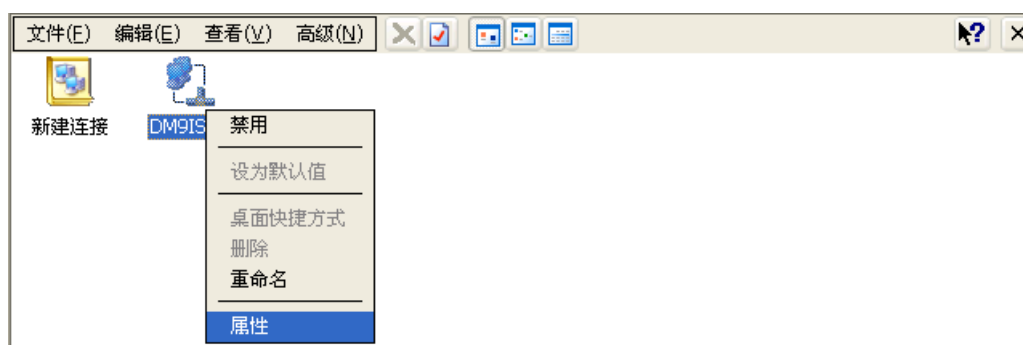
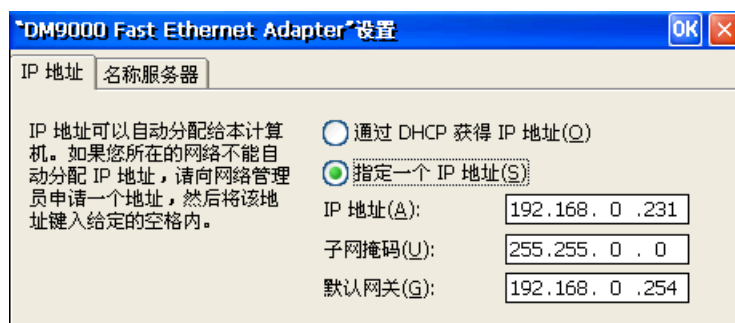

图 2.13 查看 DM9000 网卡属性
图 2.14 设置 DM9000 网卡 IP 地址
1. 在 Windows CE.net 5.0 中，进入“控制面板”→“网络和拨号连接”，如图 2.13 所示。用鼠标右键点击 DM9ISA1 图标，在弹出的菜单中选择“属性”，弹出如图 2.14 所示的对话框。
2. 图 2.14 有两个选项页，一个选项页为“IP 地址”，用户可在此修改 DM9000 的 IP 地址、子网掩码、默认网关。如果本实验箱连入有名称服务器的网络，用户需要名称服务器进行名称解释，则可在“名称服务器”选项页中设置 DNS 和 WINS 服务器的 IP 地址。
2. 设置 Windows CE.net 5.0 的 IP 地址，如图 2.14 所示。